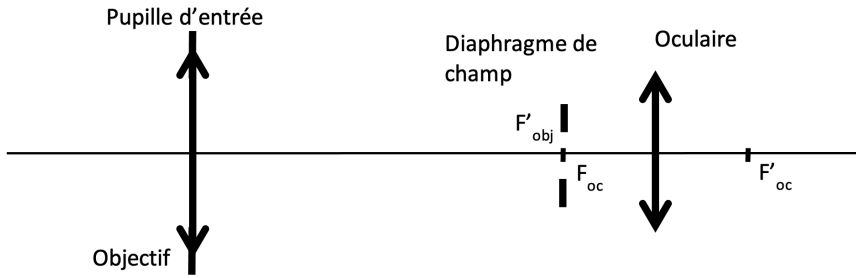

FIGURE 2.1 – Schéma de principe de la lunette.
**P1** Compléter le schéma de la figure 2.1 ci-dessous en traçant :